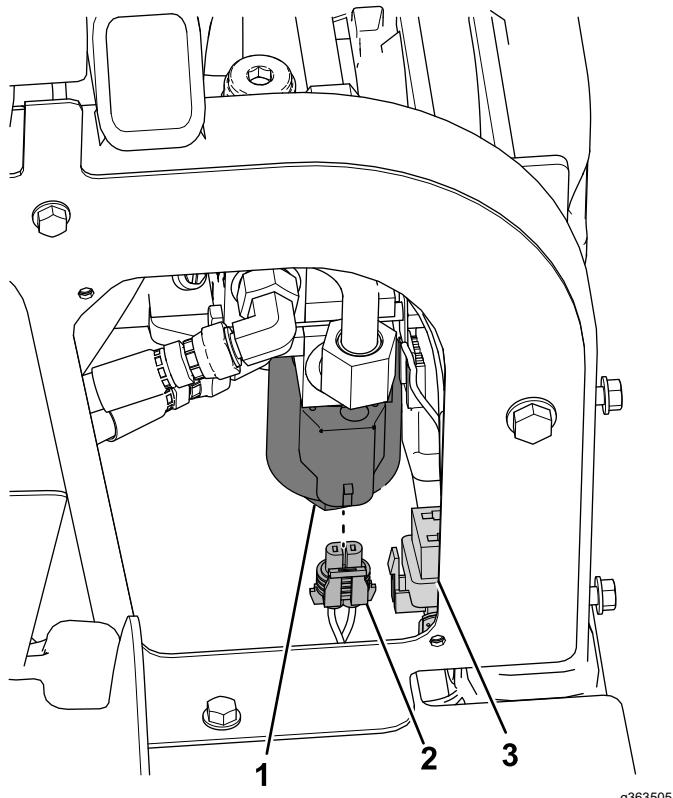

**Figure 35**
9. Montez le petit connecteur sur la nouvelle vanne (Figure 35).
8. Connectez le connecteur carré au relais situé près de la vanne (Figure 35).